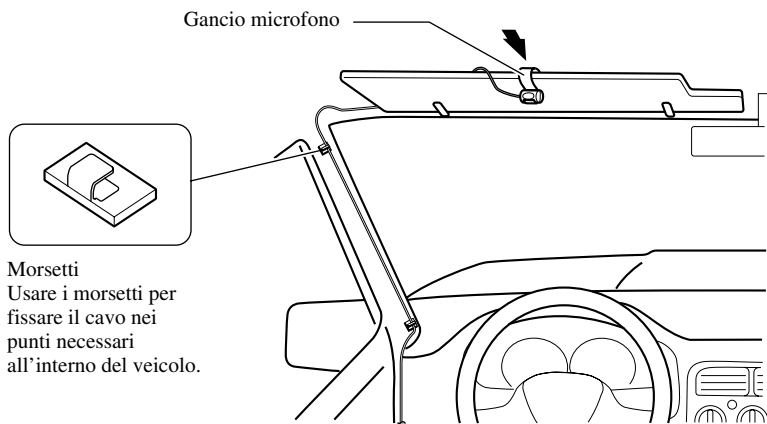

Fig. 17
2. Installare il gancio microfono sull'aletta parasole. (Fig. 17)